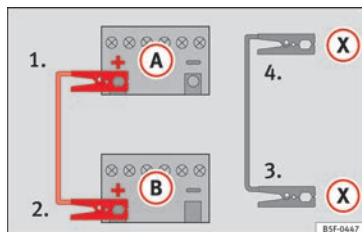

Bild 87 Skiss över anslutning i fordon med start-/stoppsystem.
- **Fordon med start-/stoppsystem:** Anslut ena änden av den **svart** startkabeln **X** till en lämplig jordpunkt, en fast metalldel på motorblocket eller till själva motorblocket » » **bild 87**.